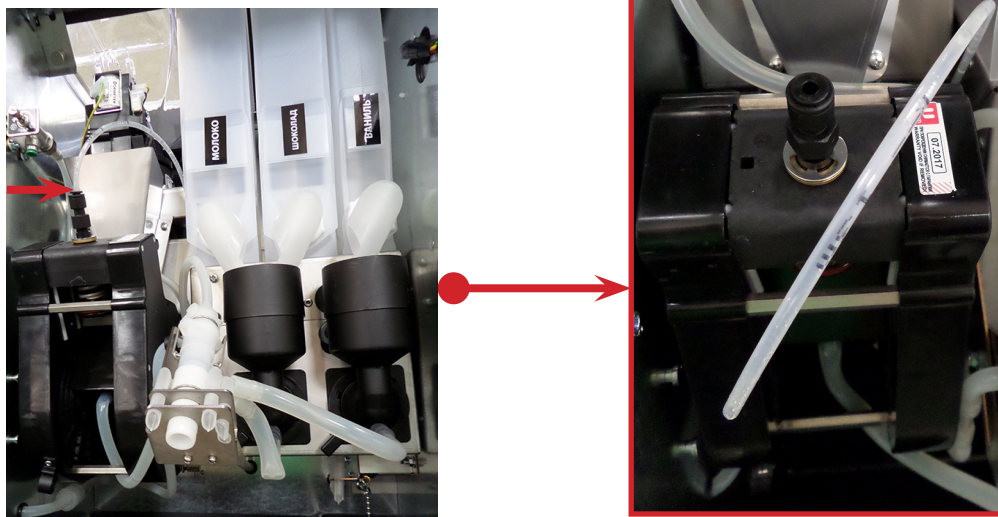

Рисунок 27
4. Отсоедините трубку подачи горячей воды, нажав на цангу фиксатора (см.рис.27).